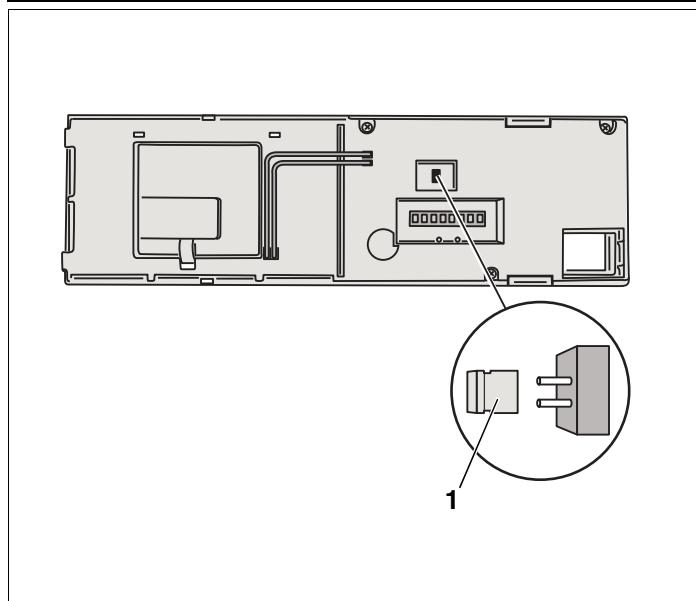

Рис. 24 Задняя сторона главного регулятора BC1
- Вывните перемычку (\rightarrow рис. 24, [1]), если требуется ограничить мощность котла.